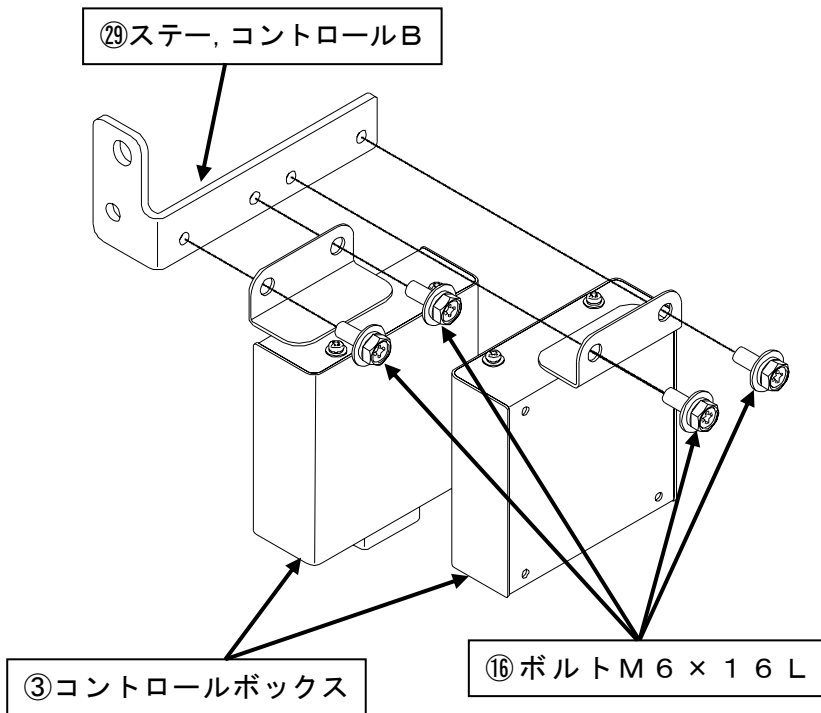

図3. コントロールボックスのステー取り付け
1. 図3のように③コントロールボックスを⑲ステー, コントロールBに⑯ボルトM6 × 16 L (4ヶ所)で取り付ける。